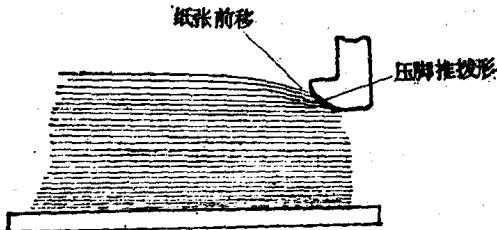

图 2 吹风压脚磨损
7. 吹风压脚磨损：吹风压脚使用较久，前端压纸处磨损严重（如图2）。当它往下压着纸张时，在纸面上形成一个斜角，作用力改变了方向，将纸张向前推移，使纸堆表面上的十几张甚至几十张纸前移一段距离。在这种情况下，挡纸毛刷失去了作用，分纸吸风嘴下来吸纸时，吸在几张纸的纸边上，造成双张或多张故障。